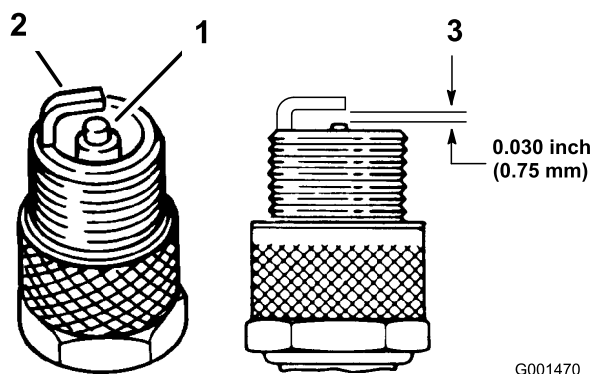

Figure 31
3. Contrôlez l'écartement entre l'électrode centrale et l'électrode latérale (Figure 31). Courbez l'électrode latérale (Figure 31) si l'écartement est incorrect.
3. Connectez les bougies (Figure 31).
1. Examinez le centre des bougies (Figure 31). Si le bec de l'isolateur est recouvert d'un léger dépôt gris ou brun, le moteur fonctionne correctement. S'il est couvert d'un dépôt noir, c'est généralement signe que le filtre à air est encrassé.